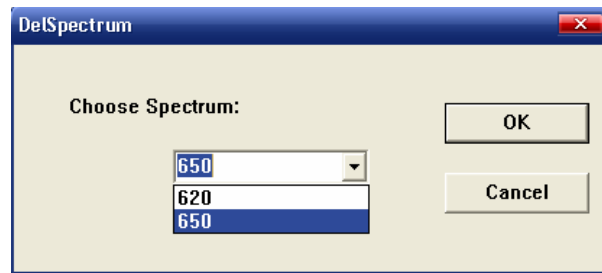

图6-2. 删除谱段对话框
c. 点击 **Del Spectrum**，用户可以删除选中的谱段（如图 6-2），点击按钮 **OK** 后，会相应删除该谱段对应的组织和光源信息。这步之后这个谱段相应的组织参数和光源参数也将一起被删除。